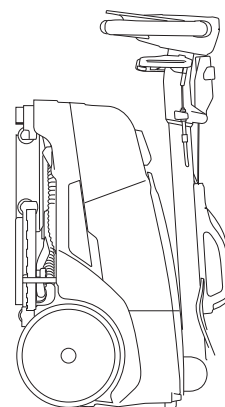

Fig.4
- Ruotare la macchina in posizione verticale (Fig.4).